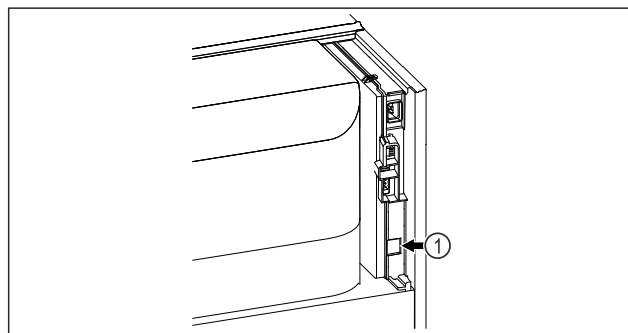

Fig. 88
- ☐ SmartModule Fig. 88 (1) je nasadený.